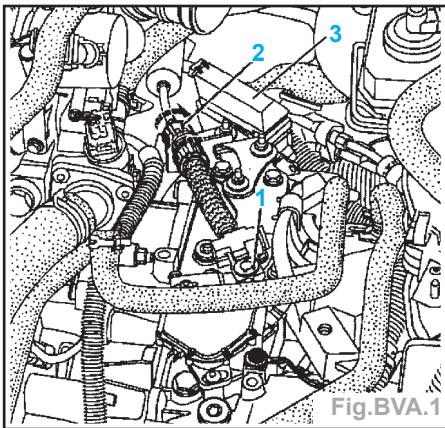

Fig.BVA.1
- la rotule (1) du câble de contacteur multifonction.
- le câble en déverrouillant l'arrêt de gaine (2) (Fig.BVA.1).